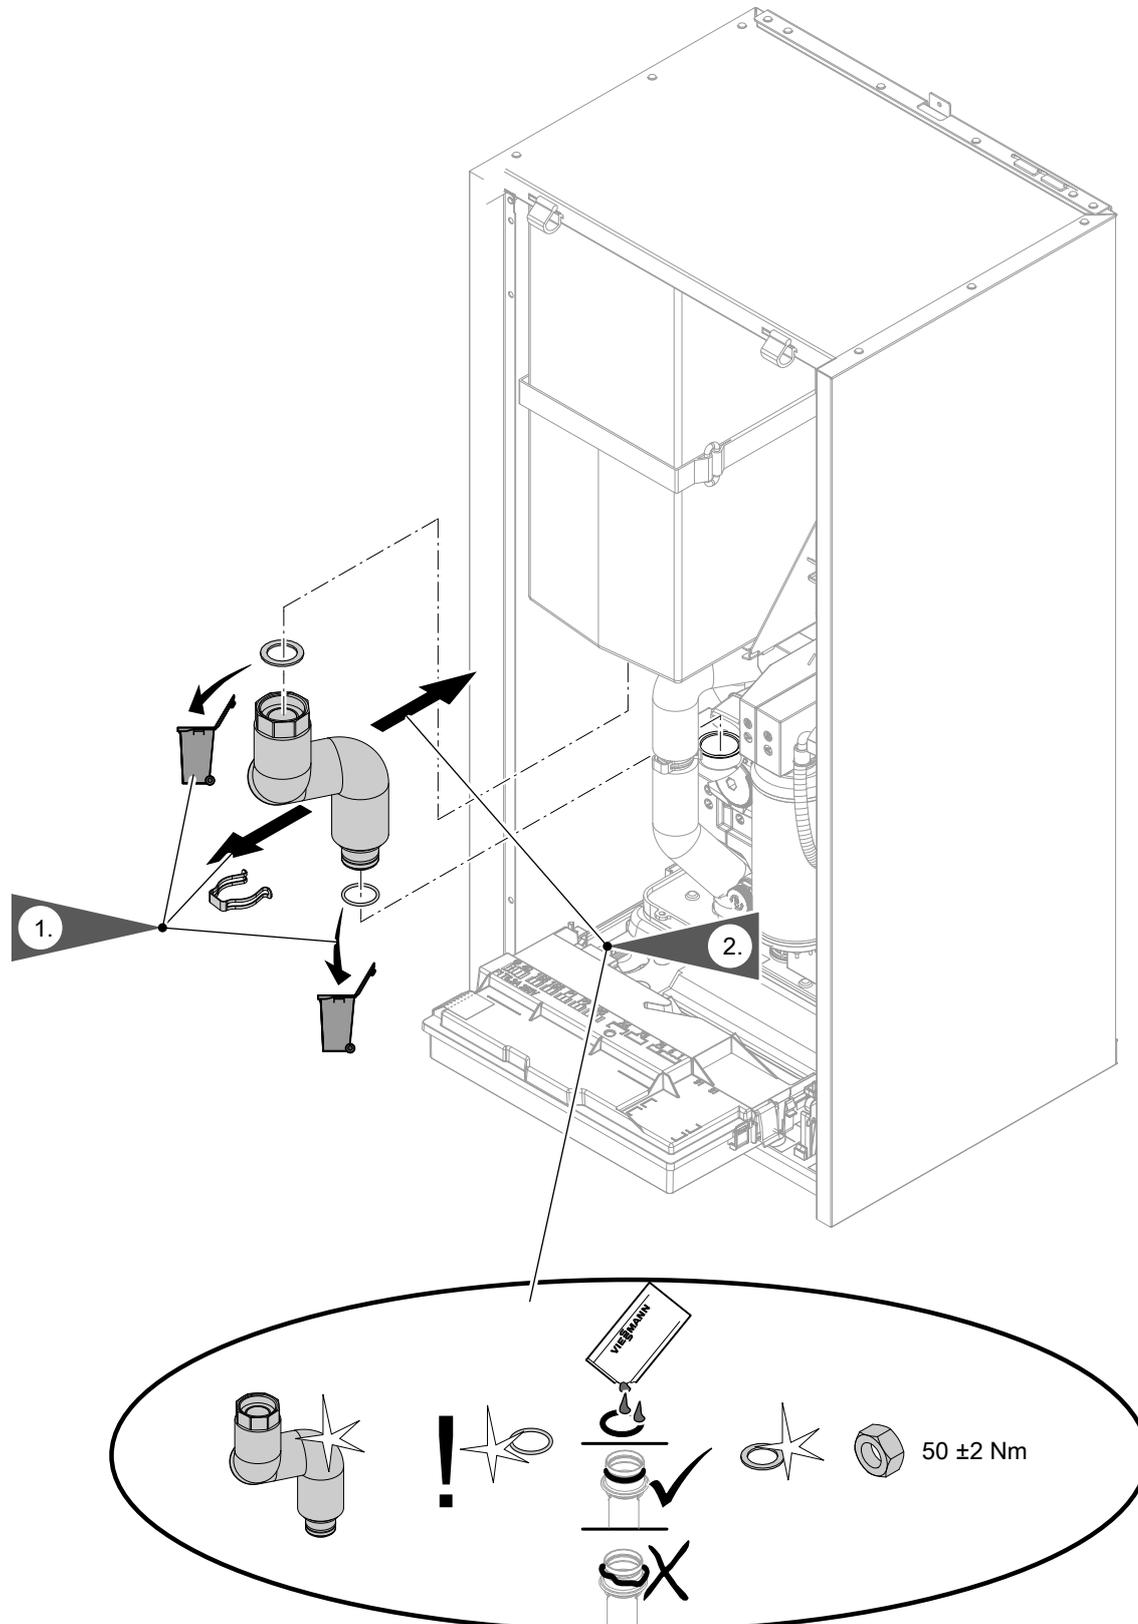
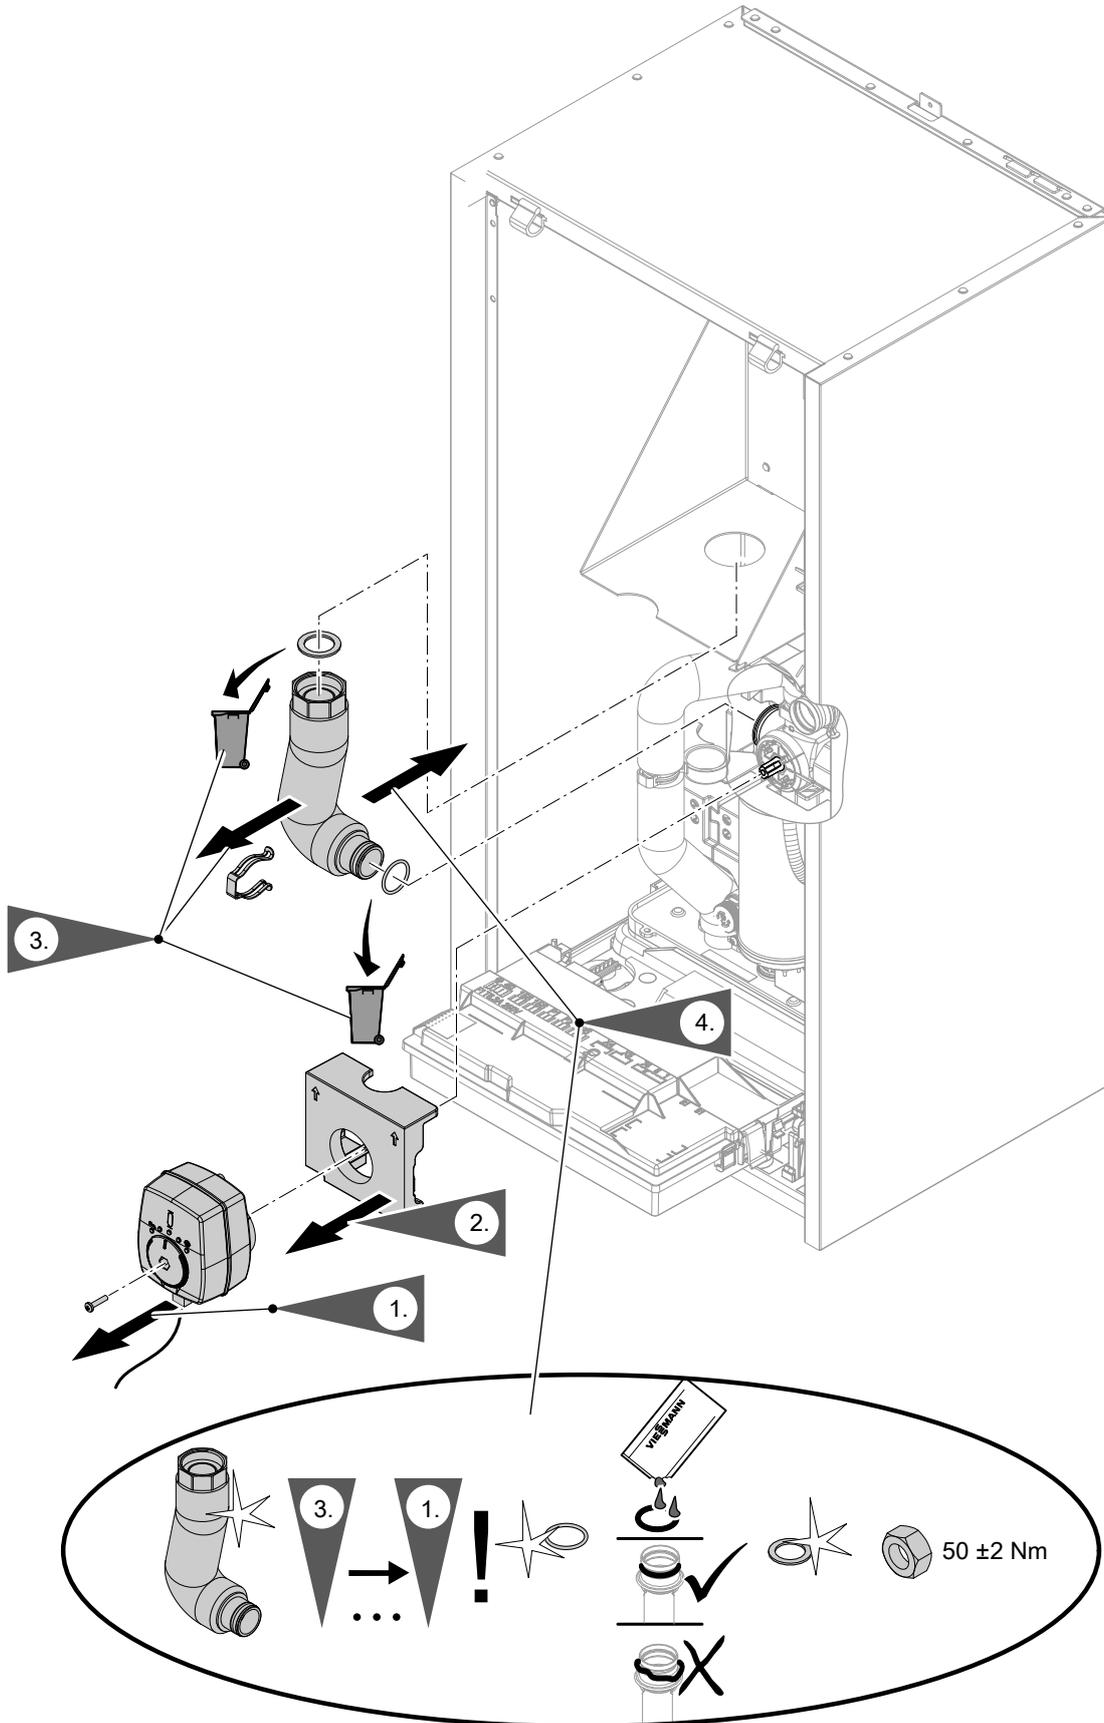

Fig. 74
Fig. 75
- Hydraulic lines: See Fig. 74 to Fig. 75.